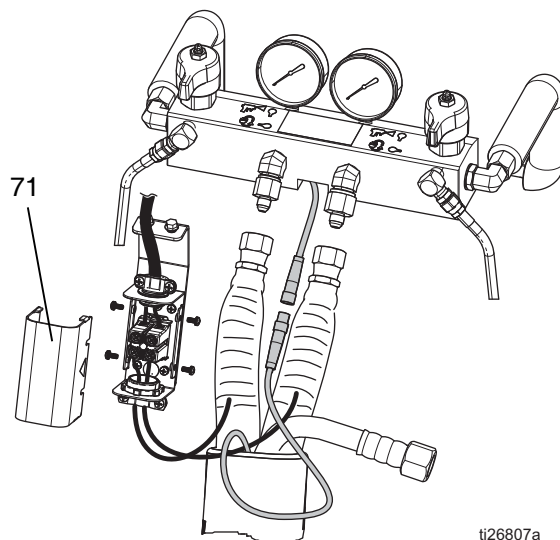

Fig. 71: Caja de conexiones eléctricas de la manguera calefactada
2. Retire la tapa (71). Vea la FIG. 71.
3. Desconecte los cables del sistema (139) del dosificador.
4. Desconecte los cables de la manguera del bloque de terminales (AS).